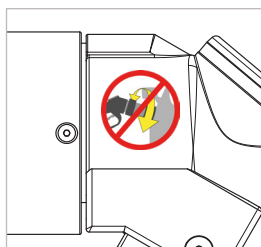

Figure 16
- ▶ Placez le nouvel autocollant au même endroit (Figure 16).
9.4.2 Remplacement du capuchon avec logo (pos. 2)
- ▶ Retirez le capuchon avec logo (pos. 2) de la plaque adhésive.
- ▶ Alignez le nouveau capuchon avec logo (pos. 2) et appuyez-le sur la plaque adhésive.